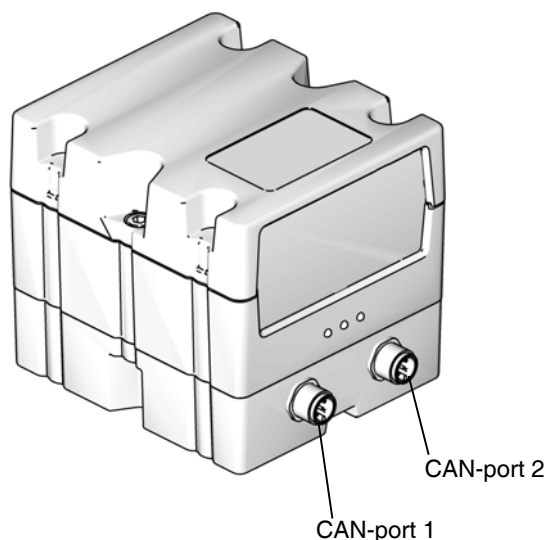

Fig. 36: CGM CAN-anslutningar
10. Anslut den andra änden av CAN-kabeln till antingen CAN-port 1 eller 2 på CGM. Se FIG. 36. Den kan anslutas till endera porten.